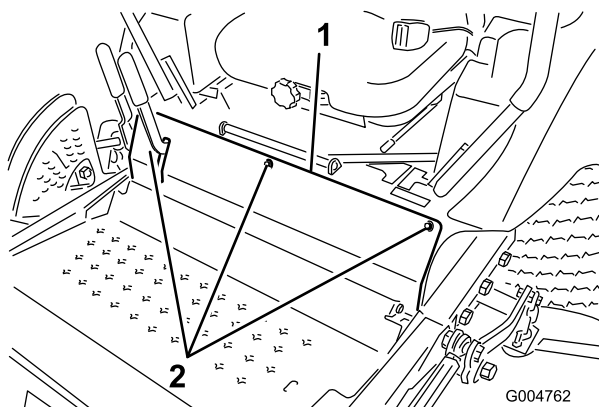

Figura 55
2. Retire os parafusos que fixam o painel dianteiro e retire o painel (Figura 55).